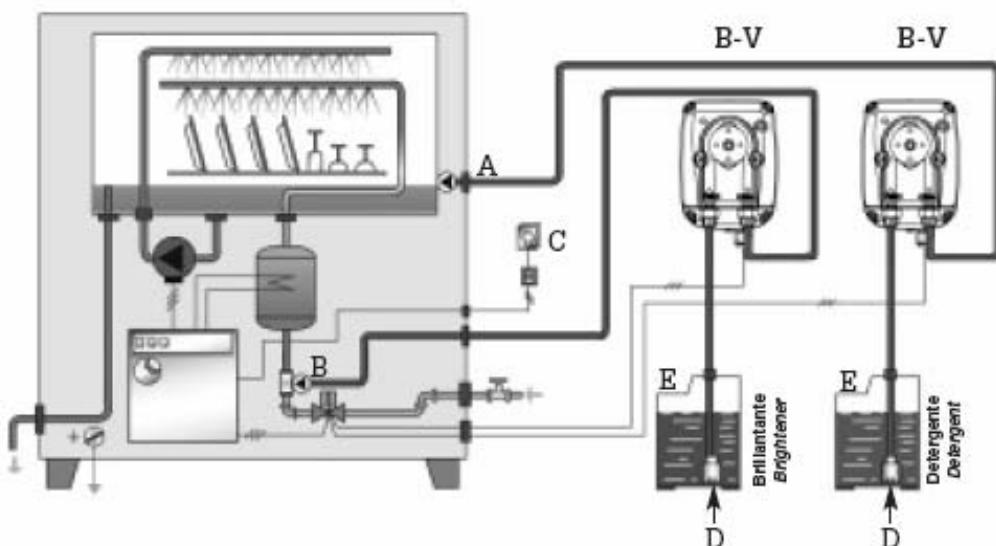

Fig. 8
3.1. Стандартный вариант подключения насоса серии В-В (Рис.8)